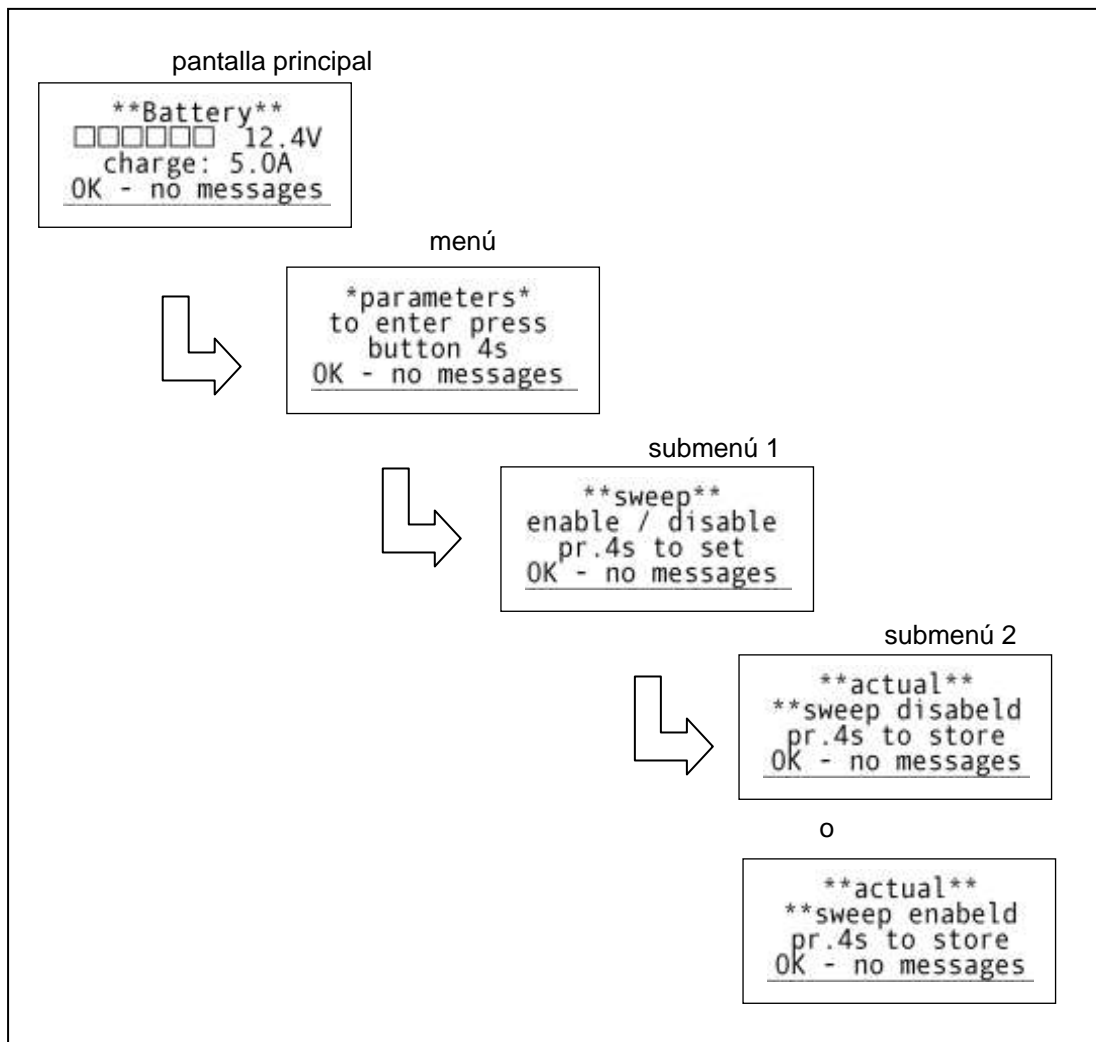

ilustración 6
2. Modo "sweep" (ilustración 6)